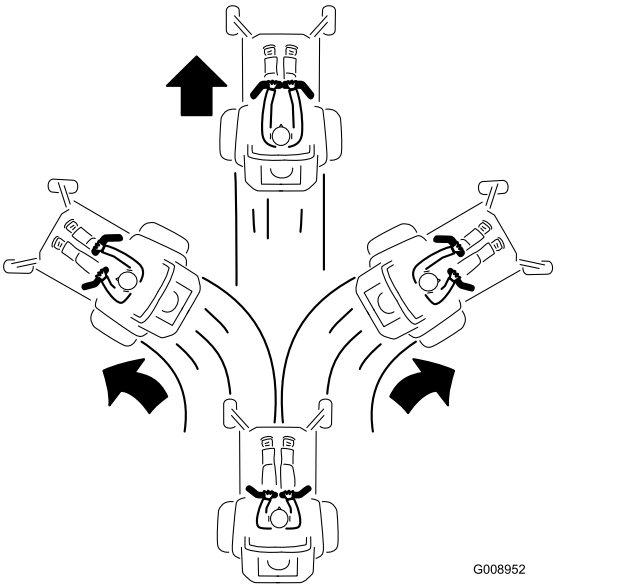

Figura 17
- 2. Para ir hacia adelante, empuje lentamente las palancas de control de movimiento hacia adelante (Figura 17).
Para ir recto, aplique la misma presión a ambas palancas de control de movimiento (Figura 17).
Para girar, deje de empujar la palanca de control de movimiento del lado al que desea girar (Figura 17).